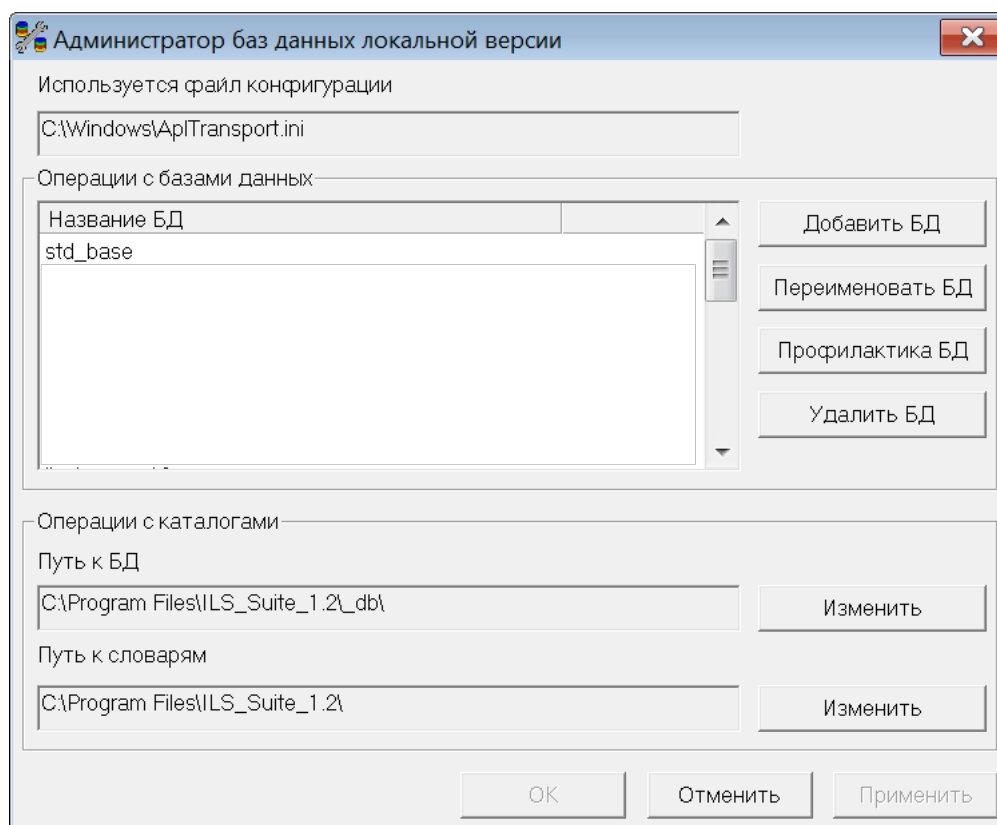
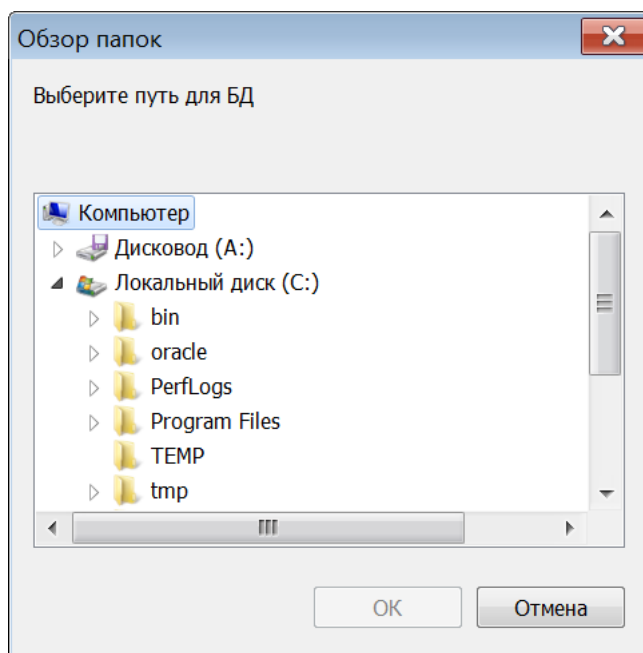

Рис. 4-5 – Окно «Администратор баз данных локальной версии»
Рис. 4-9 – Окно «Обзор папок»
7) Нажать кнопку «ОК». Созданная база появится в списке БД (рис. 4-5). Если БД создавалась на основе файла, то файлы БД источника будут скопированы в папку с локальными базами данных.
– «Изменение пути к БД и словарям». Текущие значения путей отображаются в нижней части главного окна модуля. При изменении путей следует быть особенно осторожным, так как любая ошибка приведет к полной неработоспособности всей системы. Для изменения пути нажать кнопку «Изменить», находящуюся справа от поля отображения путей (рис. 4-5). При этом появится окно изменения пути (рис. 4-9), в котором необходимо выбрать соответствующую папку.